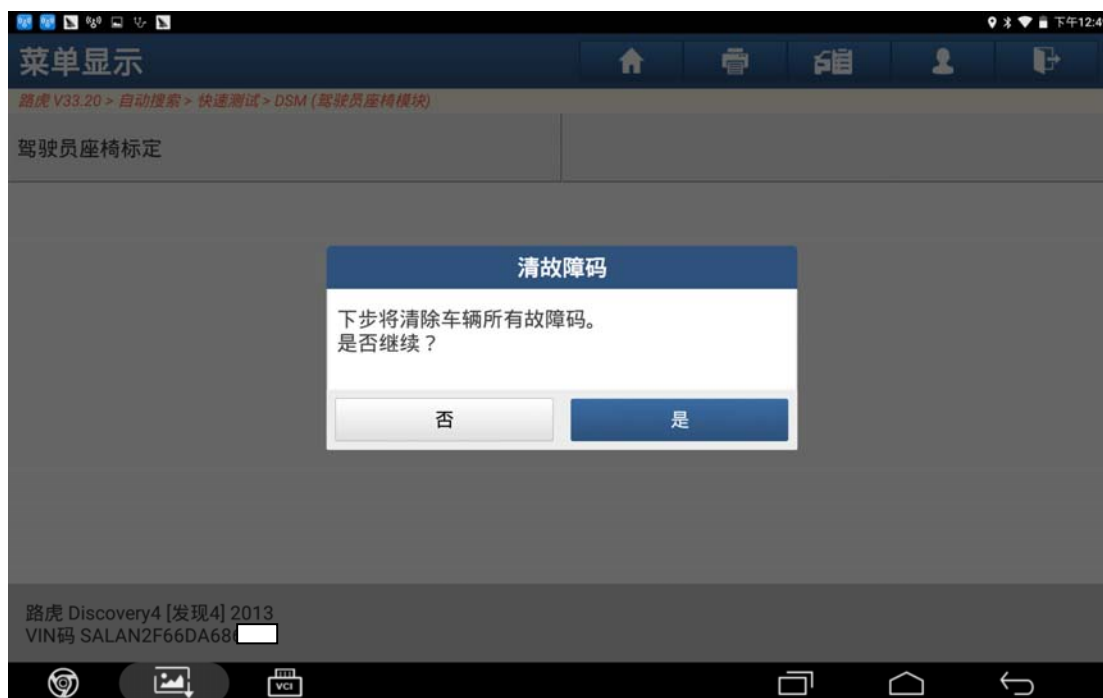

图 20
20). 下一步将清除车辆所有故障码，点击“是”继续，如图 20;